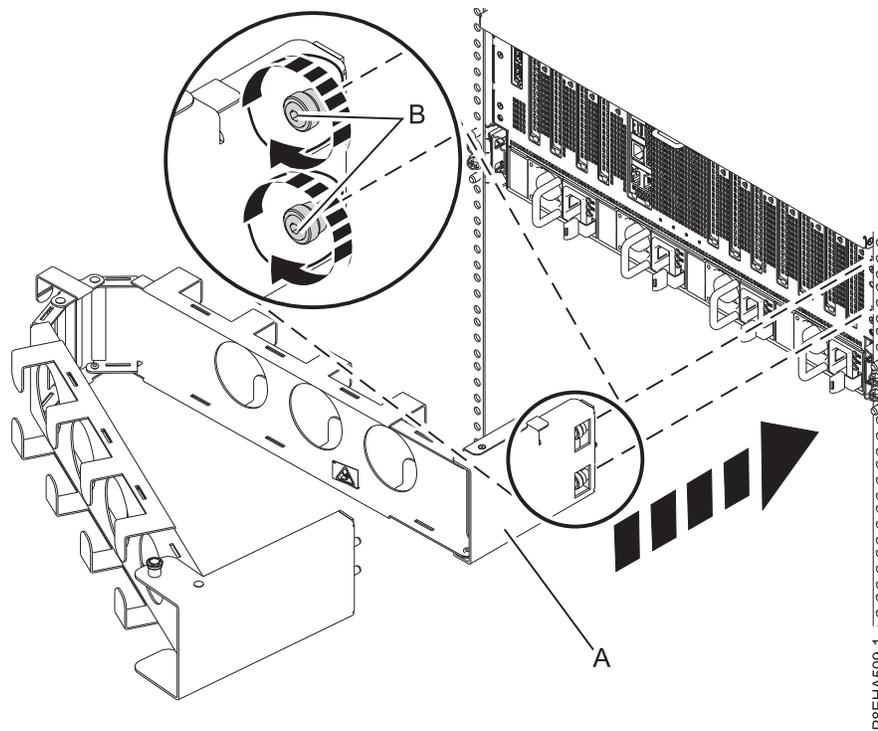

Figura 17. Fijación de la placa interna al chasis del sistema
1. Fije la placa interna (A) al chasis del sistema apretando con la mano los dos tornillos cautivos (B) en los orificios roscados del chasis, tal como se muestra en la Figura 17 en la página 18. Utilice la herramienta hexagonal T25 que se incluye con el sistema para apretar más los tornillos.